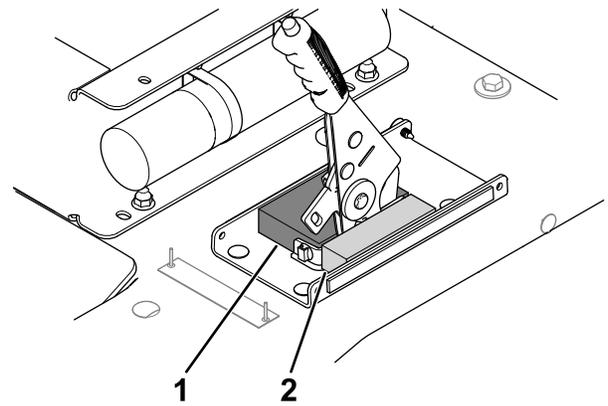

Bild 14
4. Entfernen Sie die Trägerfolie und bringen Sie die Bremsdämmung an (**Bild 14**).